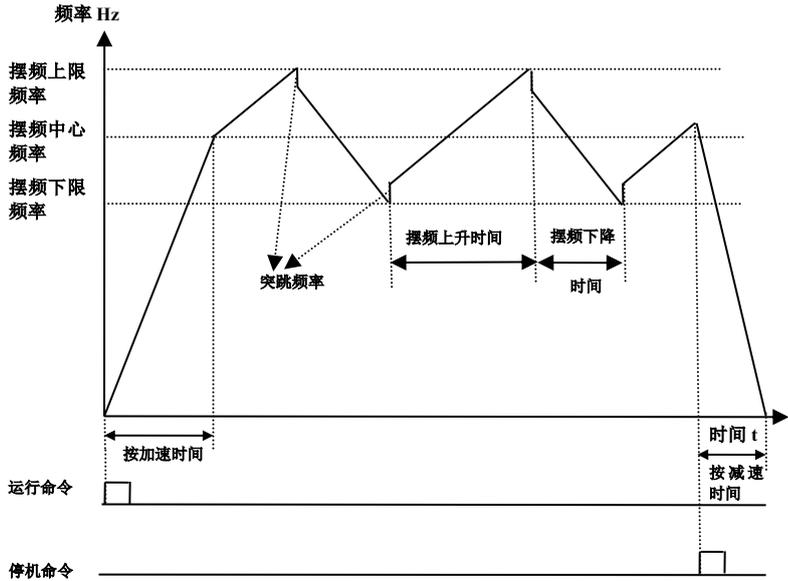

图 6-6 摆频模式 1 工作示意图
- F235=1，摆频模式 1，中心频率固定，由 F242 给定，工作过程如图 6-6 所示。
· 摆频工作模式见图 6-6、6-7、6-8。